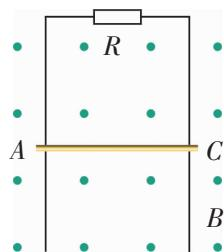

图 1-5-15
2. 如图 1-5-15 所示, 把导轨竖直放在匀强磁场中, 磁场的方向垂直于导轨平面向外. 有一定质量的导体 AC 可以贴着光滑竖直长导轨下滑. 导轨接上电阻 R , 导轨和导体的电阻忽略不计. 导体 AC 从静止开始下落, 请分析导体的运动情况.